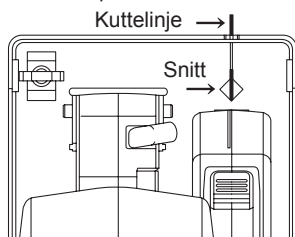

Fig. 7
1. Rett inn siktelinjen på skoen med kuttelinjen. (Se Fig. 7)